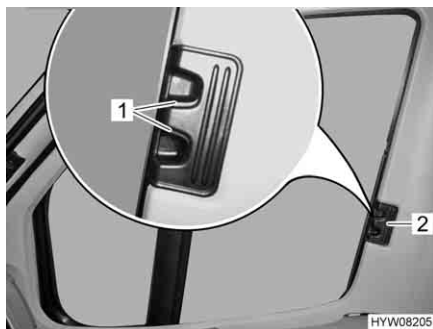

Fig. 10 Bloccaggio delle tendine oscuranti pieghevoli per il finestrino del conducente/passeggero
- Inserire la tendina oscurante pieghevole per la maniglia (Fig. 10,2) fino all'arresto.
- Fare innestare le maniglie di sbloccaggio (Fig. 10,1).